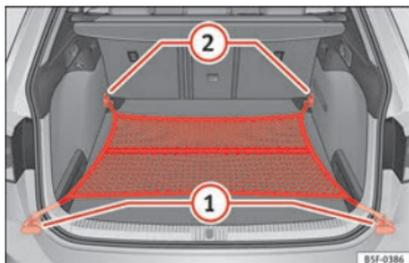

Fig. 176 Nel bagagliaio: tasca a rete a livello del piano (modello LEON ST).
- Se necessario, sollevare gli occhielli di ancoraggio anteriori »» fig. 176 ②.
- Fissare i ganci della rete agli occhielli di ancoraggio ② »» ⚠. La cerniera della tasca dev'essere rivolta verso l'alto.
- Fissare i ganci della rete agli occhielli di ancoraggio ①.